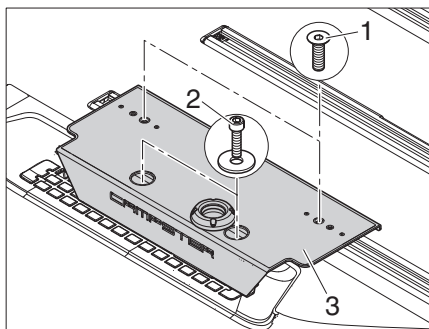

Fig. 58 Sostegno del blocco cucina
- Svitare le due viti Allen a testa svasata (Fig. 58,1).
- Svitare le due viti Allen (Fig. 58,2) e togliere le rondelle.
- Togliere il sostegno del blocco cucina (Fig. 58,3).